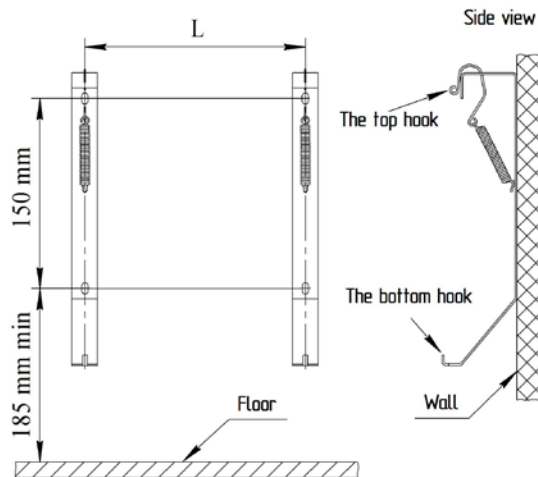

Abb. 1
- führen sie für die Befestigung an der Wand eine Markierung aus (siehe Abb. 1, Tabelle 2)